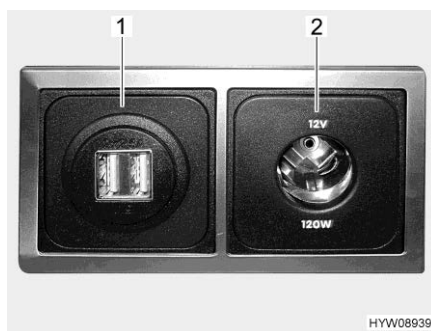

Fig. 127 Presa USB e 12 V
**Presa USB** È possibile caricare le batterie di dispositivi con corrente di carica fino a 2,5 A, collegando i dispositivi alle prese USB (Fig. 127,1).
**Presa a 12 V** Le prese da 12 V (Fig. 127,2) consentono di collegare apparecchi con consumo di corrente massimo pari a 10 A (potenza pari a 120 W).